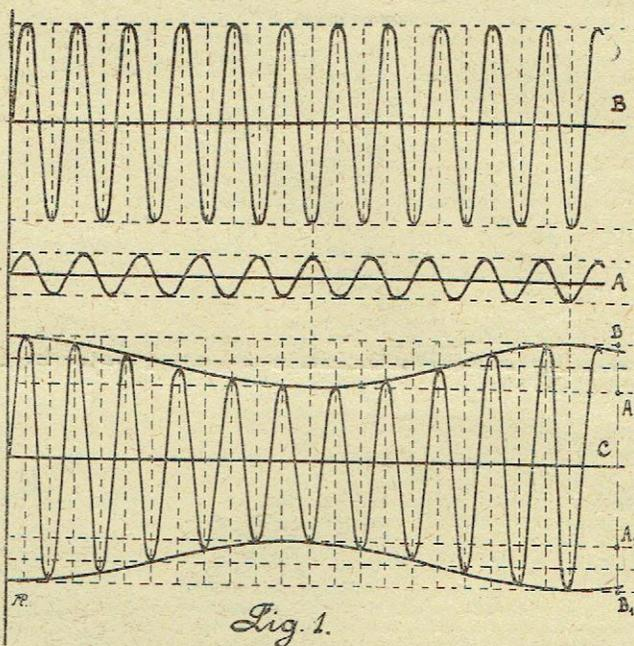

Fig. 1.
Mais ce n'est pas tout. Quand deux ondes se composent pour donner naissance à des battements, il peut arriver (ce qui est d'ailleurs toujours le cas dans la réception radiotéléphonique par changement de fréquence) que l'onde locale ait une amplitude très supérieure à l'amplitude de l'onde incidente. De sorte que l'onde résultant de la composition des deux mouvements électromagnétiques en présence a une « profondeur de modulation (2) » relativement faible par rapport à l'onde porteuse. Nos lecteurs s'en rendront particulièrement compte par l'examen de la figure 1.
aussi éloignés que l'on veut. Il suffit pour cela d'augmenter la distance AA₁ (voir battements C de la figure 1), c'est-à-dire d'augmenter l'amplitude de l'oscillation locale.
Si l'on rapporte alors sur l'axe des potentiels de grille la modulation AB et A₁ B₁, des battements de la courbe C de la figure 1, on constate que ces battements correspondent à deux régions ab et a₁ b₁ de la caractéristique T, lesquelles déterminent sur l'axe des courants résultants, deux régions S et S' qui diffèrent évidemment d'autant plus que A est plus éloigné de A₁ sur l'axe des potentiels de grille. Remarquons encore que le courant détecté (qui est, somme toute, proportionnel à la différence des segments S-S') pourra être rendu maximum si l'on parvient à annuler la partie S'. On peut y parvenir si on dispose d'un point P et de la distance AP de telle façon que la région a₁ b₁ de la courbe T se trouve sur une partie absolument horizontale de la caractéristique. C'est là le critérium